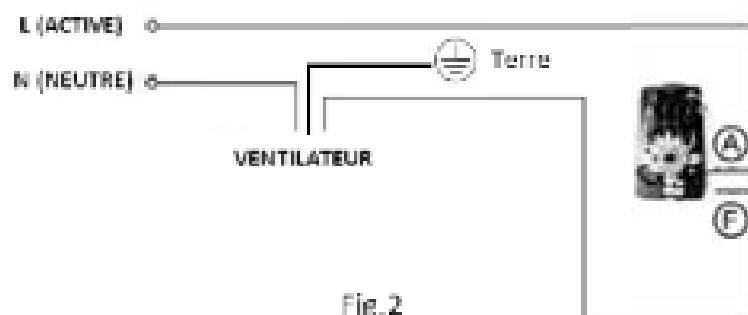

Fig.2
8. Brancher les fils avec les régulateurs comme sur la figure 2.